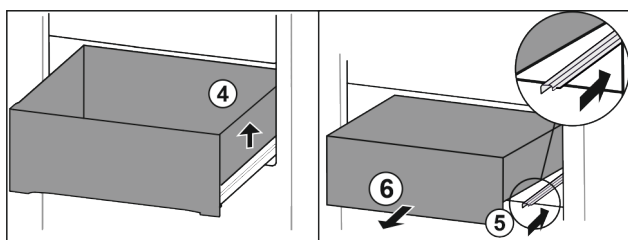

Fig. 182
- Podignite ladicu desno. Fig. 182 (4)
- Gurnite desnu vodilicu. Fig. 182 (5)
- Izvadite ladicu prema naprijed. Fig. 182 (6)